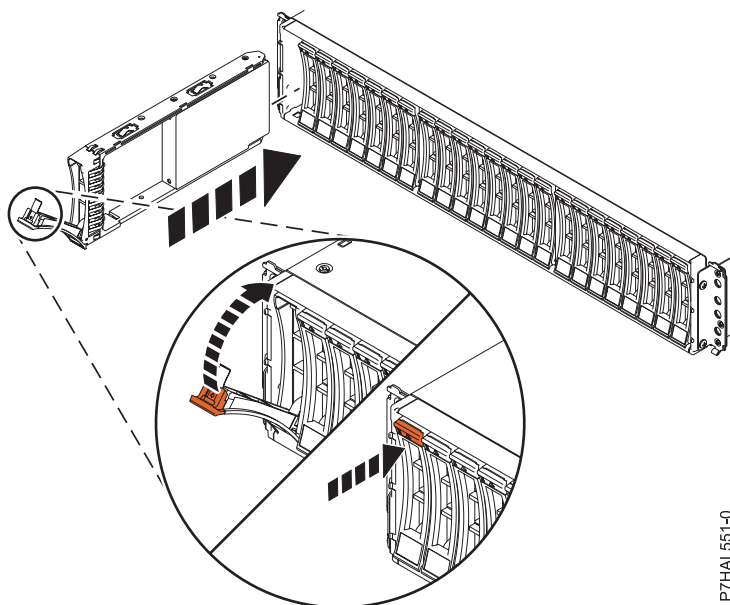

Figura 16. Instalación de la unidad de disco en Alojamiento de unidad de disco 5887
1. Con el asa en la posición de desbloqueo, como se muestra en Figura 16 en la página 30, sostenga la unidad por la parte inferior mientras la alinea con los rieles de guía de la unidad de expansión.